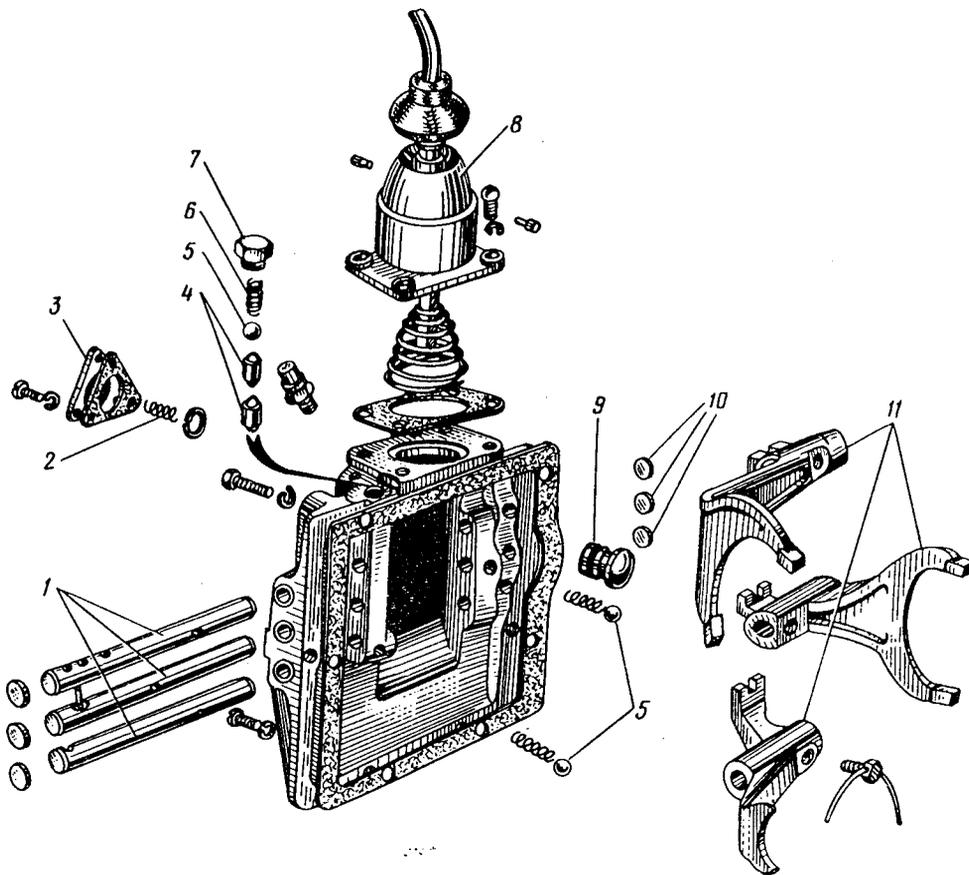

Bild 89. Gangschalteneinrichtung zerlegt:
10. Riegelfeder und -kugel herausnehmen. Die Gangschalteinrichtung ist im Bild 89 gezeigt.